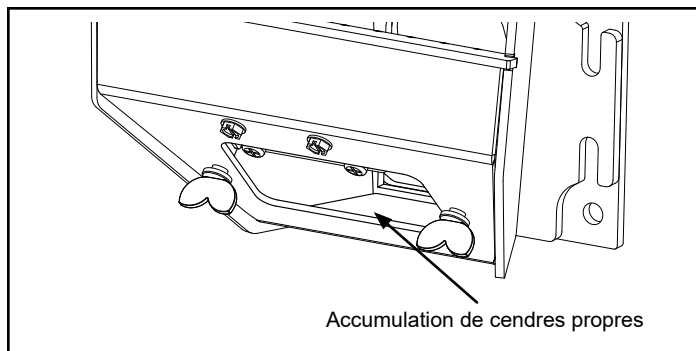

Figure 2.5
- Soulevez le couvercle de nettoyage pour ouvrir la chambre de nettoyage inférieure, Figure 2.5.